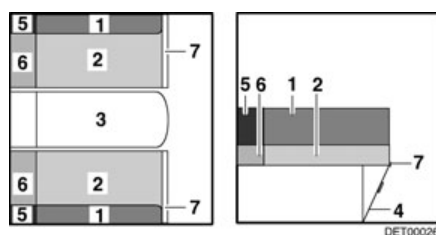

Fig. 95 Après l'agrandissement
- Rabattre la rallonge de la banquette (Fig. 95,7) vers le haut et enclencher avec le rabat (Fig. 95,4).
- Tirer le coussin de dossier (Fig. 95,1) et les coussins d'assise (Fig. 95,2) sur la rallonge de la banquette.
- Placer les coussins supplémentaires (Fig. 95,6) entre les coussins d'assise et la paroi extérieure.
- Placer les coussins supplémentaires (Fig. 95,5) entre les coussins de dossier et la paroi extérieure.